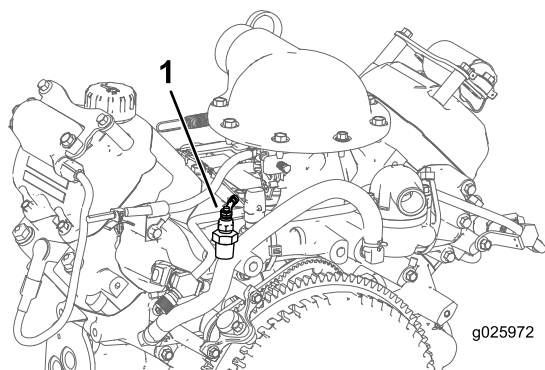

Figure 7
1. Déposez le thermocontact du boîtier du thermostat et posez le raccord en T (Figure 7).